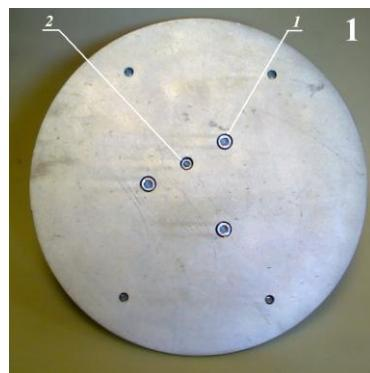

Рисунок 4.3
1) Положить ПДН на стол нагрузочной плитой вверх (рисунок 4.3). Отвернуть три болта (1) которые крепят датчик силы к нагрузочной плате. Придерживая датчик силы отвернуть монтажный болт* (2). Осторожно, чтобы не повредить кабель акселерометра, повернуть датчик силы на 90 градусов относительно нагрузочной плиты.